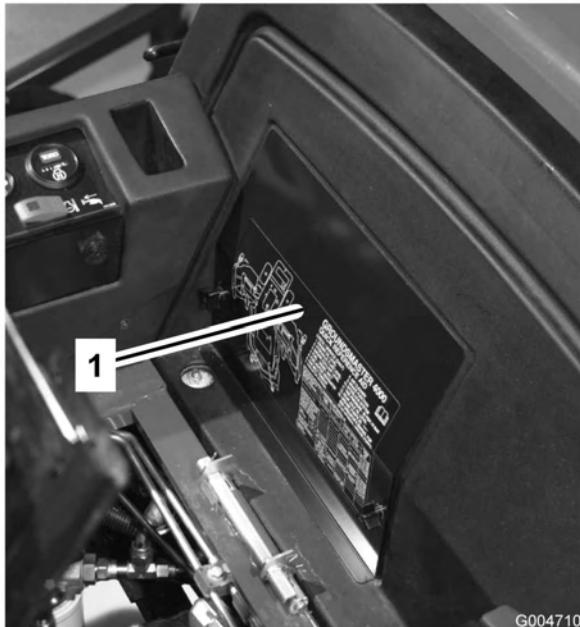

Figura 54
2. Retire a cobertura da bateria (Figura 54).